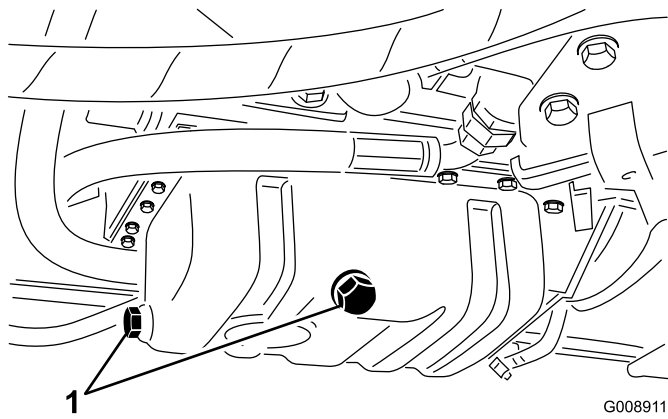

Figura 63
1. Retire o tampão de escoamento (Figura 63) e deixe o óleo escorrer para um recipiente adequado; quando o óleo parar, volte a montar o tampão de escoamento.